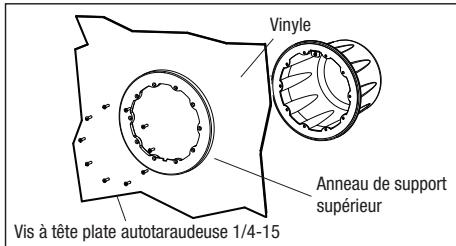

Figure 5. Installation piscine vinyle
3. Alignez l'anneau facial avec la niche. Assurez-vous d'orienter la niche de manière à ce que le marquage « TOP » de la niche soit en position 12 heures et fixez l'anneau facial à la niche à l'aide de dix (10) vis à tête plate autotaraudeuses 1/4-15. Serrez les vis en croix à environ 25 po-lb. Reportez-vous à la *Figure 5*.